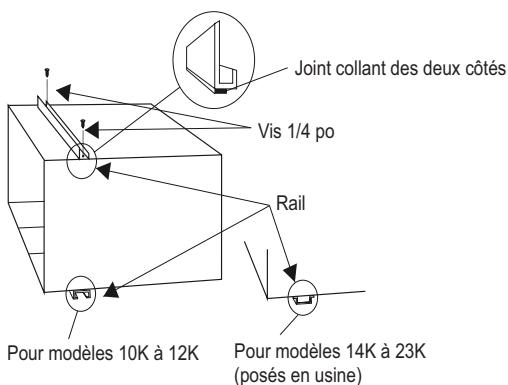

Fig. 8 - Pose des rails
- A. Rail supérieur en forme de « L » : Presser d'abord le joint qui colle des deux côtés sur le rail supérieur en forme de « L », puis visser ce dernier sur le boîtier avec (5) vis 1/4 po, comme le montre la Fig. 8.
- B. Le rail en forme de « n » est vissé comme le montre la Fig. 8, à l'aide de (4) vis 1/4 po.